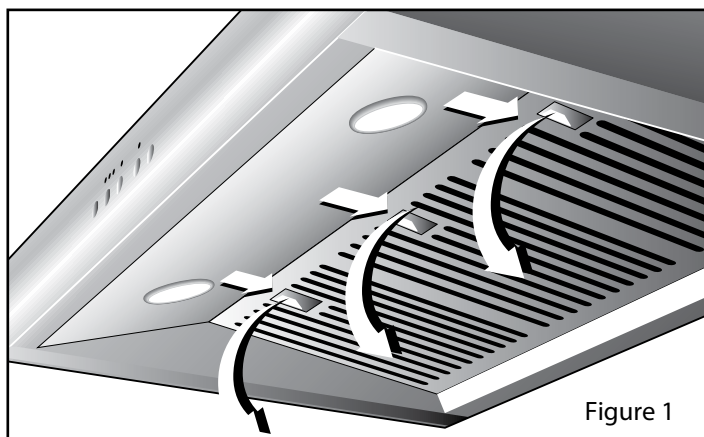

Figure 1
- Poussez chacune des poignées vers l'arrière, puis tirez vers le bas. Figure 1.